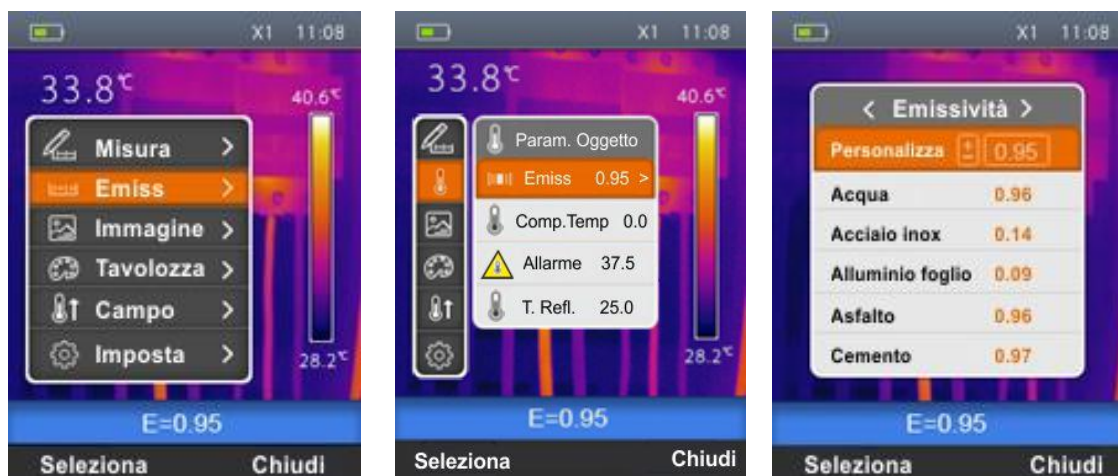

Fig. 18: Impostazione Emissività sullo strumento
1. Selezionare la voce “Emiss” con i tasti \oplus o \ominus e premere il tasto \Rightarrow . La videata di Fig. 18 – Parte centrale è mostrata a display
2. Usare i tasti \oplus o \ominus per selezionare la voce “Emissività” e premere il tasto \Rightarrow . La videata di Fig. 18 – destra è mostrata a display.